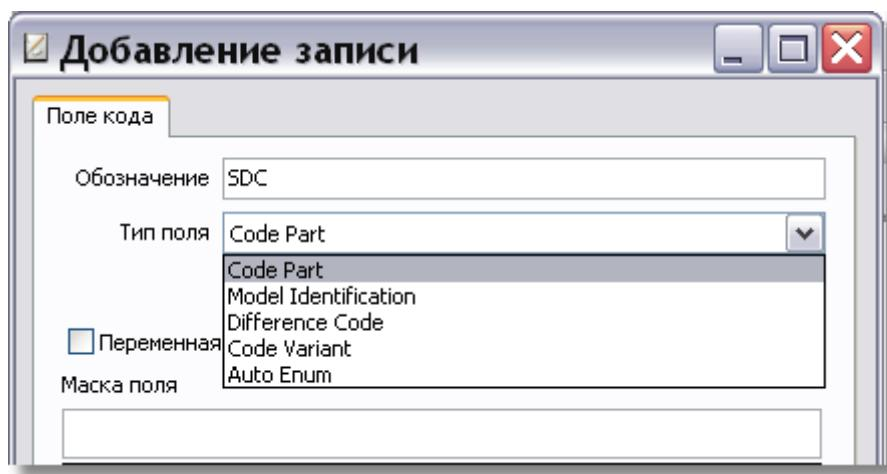

Рис. 2.13
4. В разделе **Тип поля** откройте список допустимых полей (Рис. 2.13).
Первый создаваемый нами элемент схемы – отличительный код системы. В диалоговом окне **Поле кода** в разделе **Тип поля** выберите из списка **Difference Code** (Рис. 2.13).